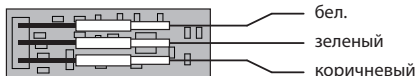

Рис. 20
- Последовательность подключения на плате представлена на рис. 20 и на стр. 18.